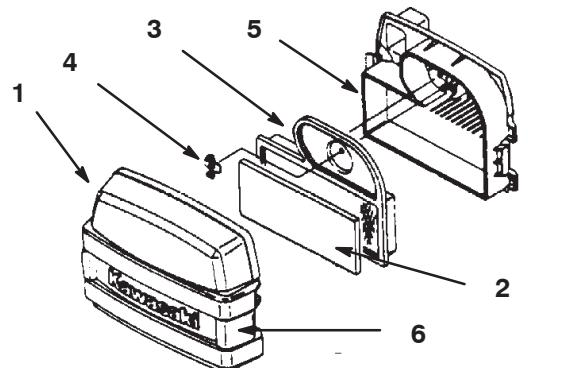

Figure 20
3. Nettoyez la surface autour du filtre à air pour éviter que des impuretés ne s'introduisent dans le moteur et l'endommagent. Dégarez les deux fixations latérales et déposez le couvercle du filtre à air (Fig. 20).
4. Sortez délicatement l'élément en mousse de l'élément en papier (Fig. 20).
5. Dévissez l'écrou papillon et retirez l'élément en papier (Fig. 20).
1. Glissez délicatement l'élément en mousse dans l'élément en papier (Fig. 20).
2. Posez l'ensemble filtre à air sur sa base et installez l'écrou papillon (Fig. 20).
3. Reposez et verrouillez le couvercle du filtre à air (Fig. 20).